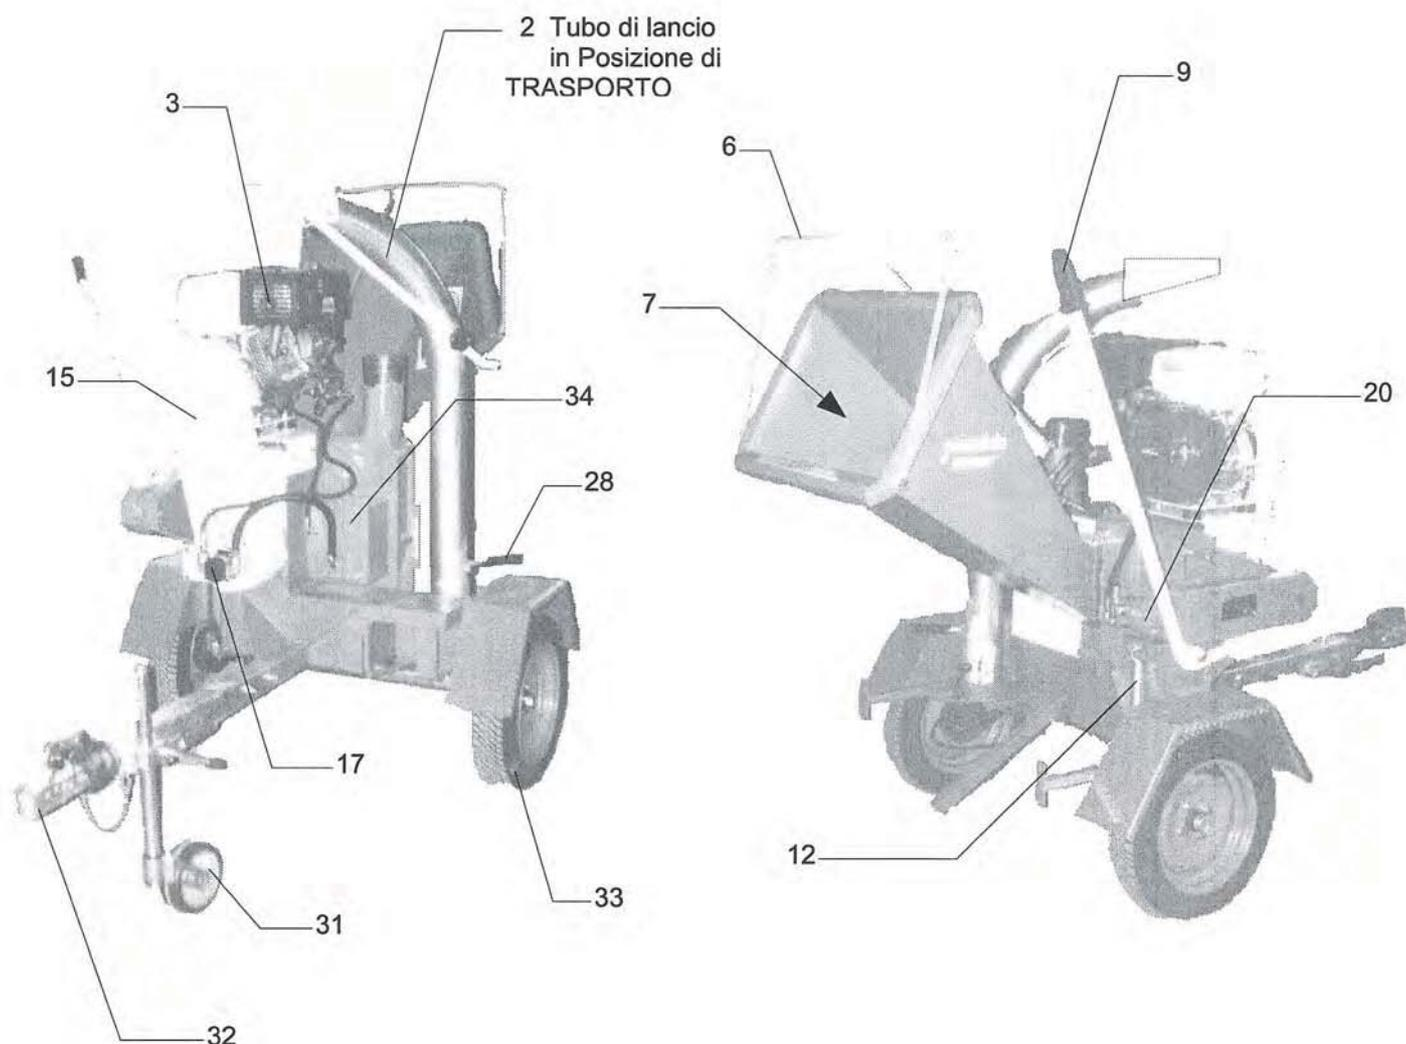

Fig.2- Cippatrice **PZ 100mm MI** - Allestimento con motore Honda e carrello per traino 80 Km/h
- Abbassare il ruotino di sostegno agendo sul martinetto (part. 31, fig.2)